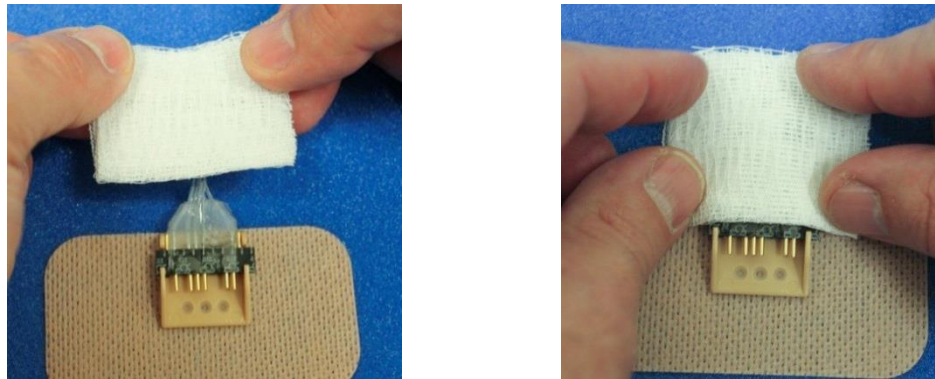

Figura 21.
8. Coloque una almohadilla de gasa de 2" x 2" (5 x 5 cm) sobre los cables de los electrodos de salida (Figura 21).